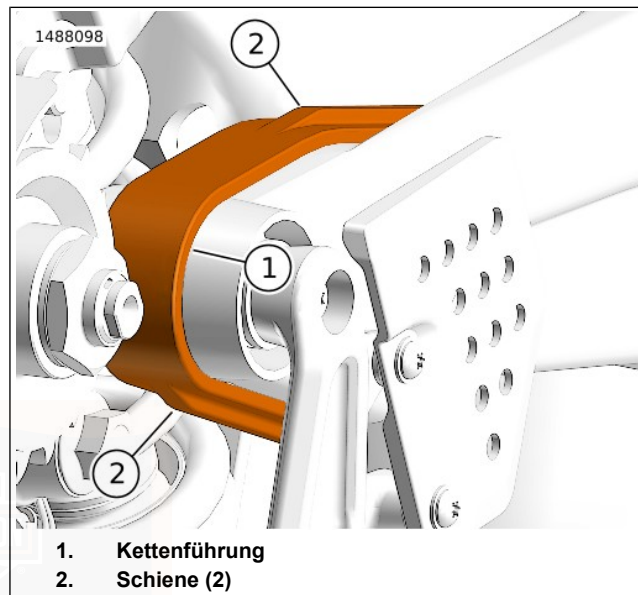

Abbildung 62. Kettenführungsschienen
Siehe Abbildung 62. Die Kettenführung (1) und Schiene (2) prüfen auf: